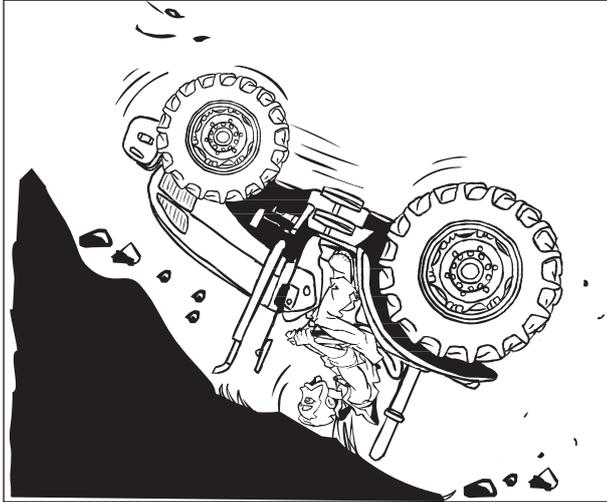
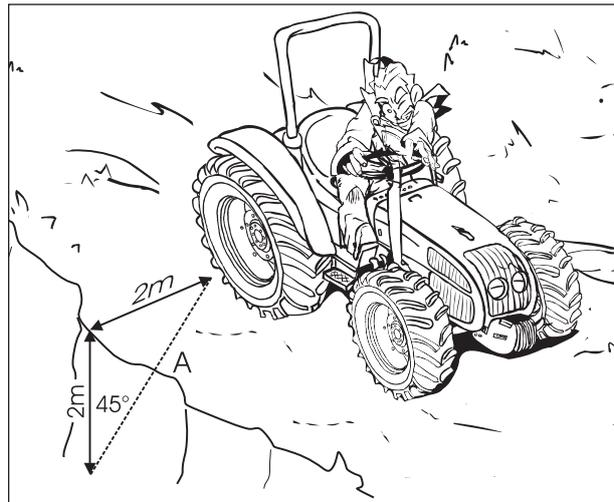

Abb.2-21
Abb.2-22
- Wenn Sie in der Nähe von Gräben und Abgrenzungen arbeiten, ist der Traktor immer hinter der Bruchlinie zu halten (A, Abb.2-22). Vermeiden Sie es, in der Nähe von Gräben, Dämmen, Deichen und Flussufern zu arbeiten, die einbrechen könnten (Abb.2-21).